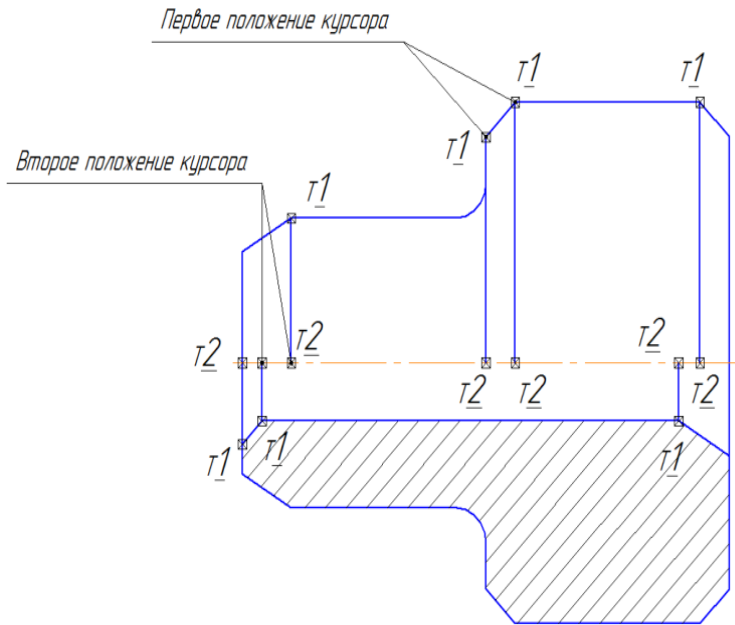

Рис. 106 – Построение линий контура
18. **Построение недостающих линий контура.** Включите команду **Ортогональное черчение** (F8). Выберите команду **Отрезок**. Проведите вертикальные отрезки прямых до осевой линии (рисунок 106).